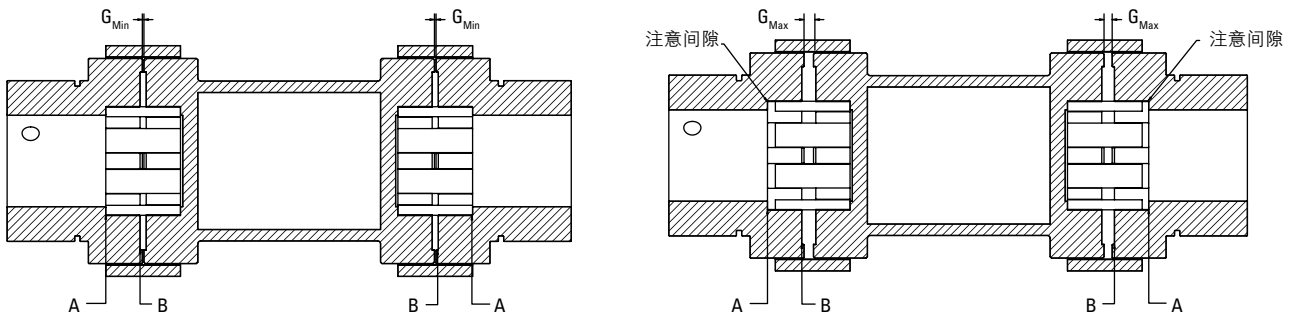

图 2. 正确的轴与轮毂啮合
4. 安装轮毂。安装之后，它们的轴末端应该与“A”表面平齐，如图 2 所示。
5. 安装中间轴和弹性体。将三个组件（中间轴和两个弹性体）全部紧密地套在一侧，并检查弹性体面与轮毂法兰面之间的间隙，如图 2 中的表面“A”所示。此间隙值不应超过  $[(2 \times G_{Max}) - (2 \times G_{Min})]$ ，请使用表 A 中的适当最小轮毂间隙 ( $G_{Min}$ ) 和最大轮毂间隙 ( $G_{Max}$ )。如果此间隙超过计算结果，请调整其中一个或全部两个轮毂，以使该值处在技术要求范围内，注意不要使轴末端超过表面“B”，如图 2 所示。